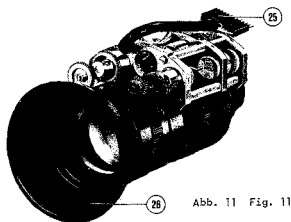

Abb. 11 Fig. 11
- Stecker (25) Abb.11 des Objektivantriebs mit der oberhalb des Objektivs angeordneten Buchse (24) Abb.10 verbinden
- Vorderen Verschußdeckel des Objektivs entfernen und beigegebene Gegenlichtblende (26) Abb. 11 aufschrauben
- Connect plug (25) Fig. 11 of the lens drive with socket (24), Fig. 10 above the lens mount.
- Remove front lens cover and fit the counter light hood (26), Fig. 11, supplied.